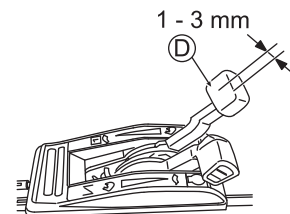

Abb. 27
Justieren Sie das Spiel des Ganghebels (D), wie in Abb. 27 dargestellt, auf 1 - 3 mm.
3. Starten Sie den Motor und vergewissern Sie sich, dass die Mähgeschwindigkeit sich ändert, wenn der Ganghebel (D) betätigt wird.